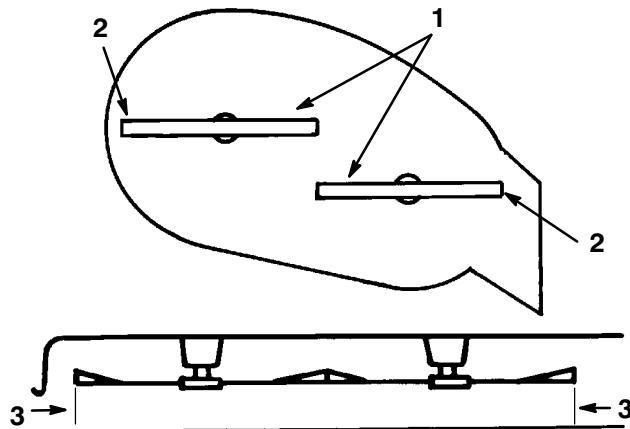

Bild 10
3. Drehen Sie die Schnittmesser vorsichtig von einer Seite zur anderen (Bild 10). Messen Sie den Abstand zwischen den äußeren Schneidkanten und der ebenen Oberfläche (Bild 10). Wenn beide Messwerte nicht innerhalb von 5 mm liegen, ist eine Einstellung erforderlich. Siehe Schritte 4 bis 6.
3. Drehen Sie die Schnittmesser vorsichtig von einer Seite zur anderen (Bild 10). Messen Sie den Abstand zwischen den äußeren Schneidkanten und der ebenen Oberfläche (Bild 10). Wenn beide Messwerte nicht innerhalb eines Toleranzbereichs von 5 mm liegen, ist eine Einstellung erforderlich.